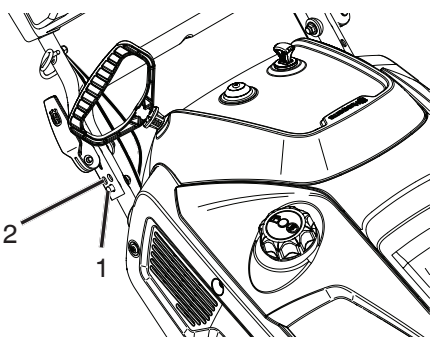

Figure 3
3. Soulever le guidon de l'opérateur à la hauteur désirée et fermer le levier de réglage en vous assurant que la goupille de positionnement du guidon inférieur s'engage dans l'un des trois trous du guidon supérieur (Figure 3).